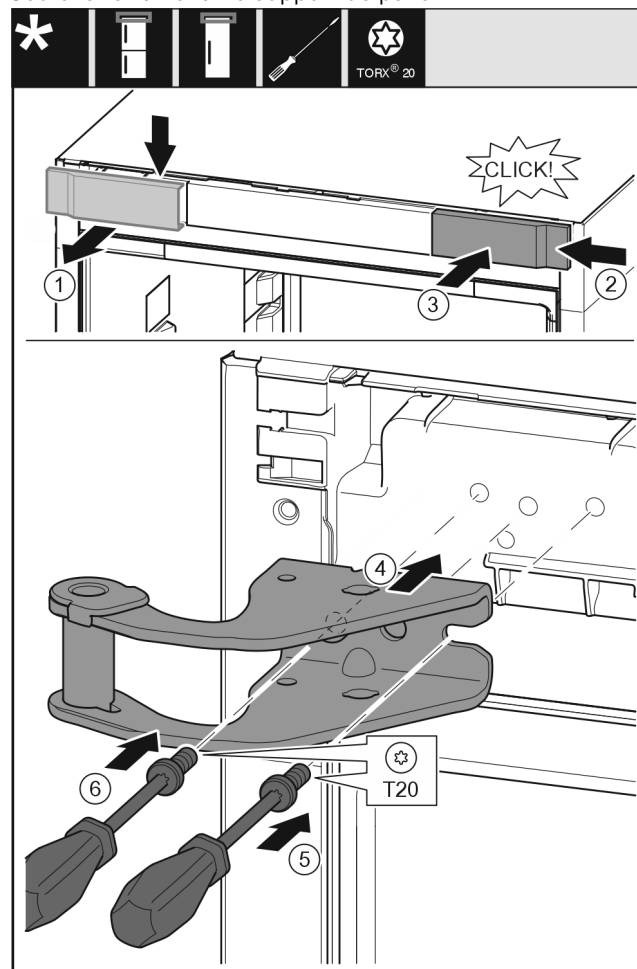

Fig. 15
- Retirer le cache Fig. 15 (1) depuis le haut vers l'avant.
- Accrocher le cache Fig. 15 (2) tourné de 180° de l'autre côté depuis le côté droit.
- Enclencher le cache Fig. 15 (3).
- Poser le support de palier supérieur Fig. 15 (4).
- Poser la vis Fig. 15 (5) avec un tournevis et la serrer.
- Poser la vis Fig. 15 (6) avec un tournevis et la serrer.